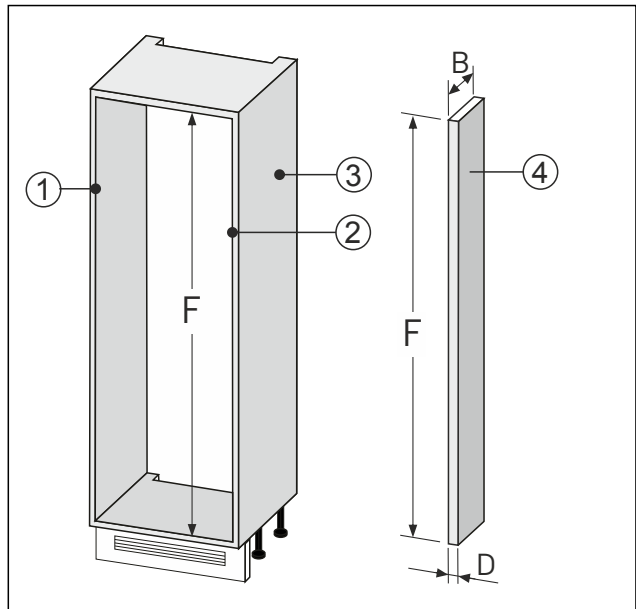

Fig. 89
- Wykonać element wyrównujący ścianę Fig. 89 (4) według powyższych wymiarów.